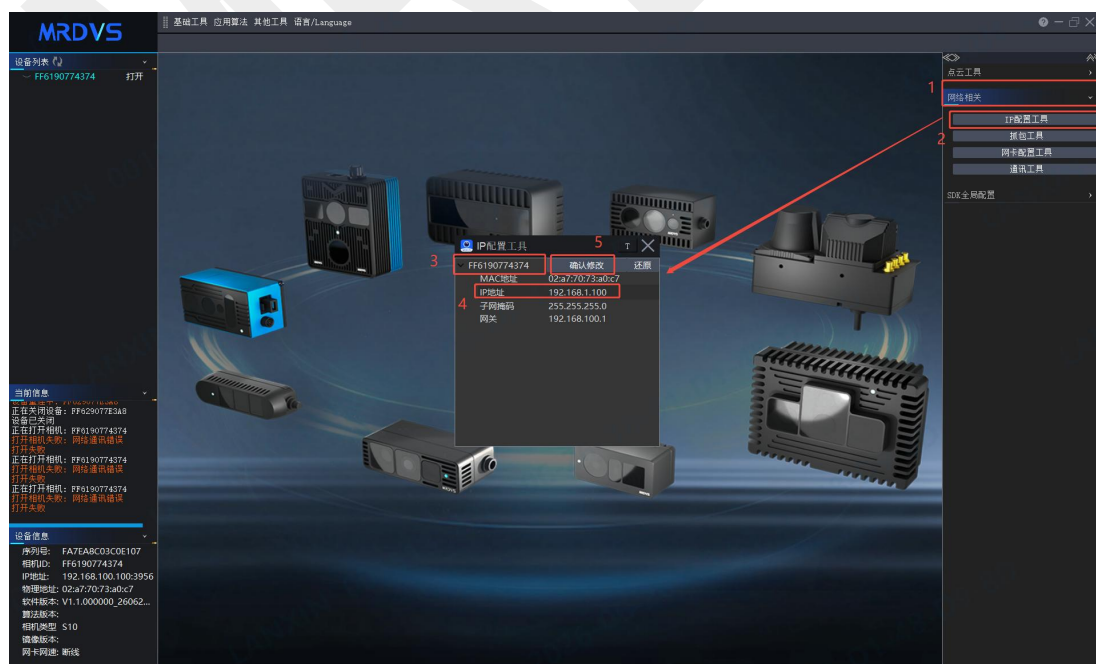

图 14 IP 修改对话框
- 打开「LxCameraViewer」，进入「网络工具」，点击「IP 配置工具」，弹出配置窗口（见图 14）。如使用工控机，请通过销售方获取安装包并下载。
- 在列表选中目标相机（按相机 ID 识别，见图 14 中标号 3）。